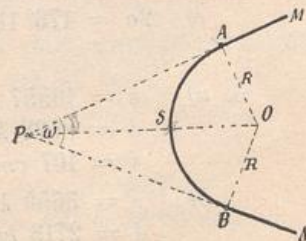

Fig. 28.
8. Zwei in ebenem Gelände führende geradlinige Bahnstrecken MA und NB (Fig. 28), welche mit einander den Winkel ω einschließen, sollen durch einen Kreisbogen vom Halbmesser R mit einander verbunden werden. Man berechne die „Tangentenlänge“ PA und PB , und die Entfernung des Bogenscheitels S von dem Winkelpunkte P , wenn